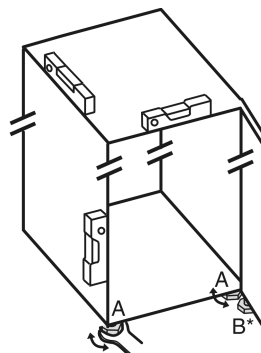

Fig. 4
- ▶ Dévisser les pieds réglables *Fig. 4 (A)* avec la clé plate fournie et utiliser un niveau à bulle pour vérifier que l'appareil est bien plan.
► Dévisser le pied réglable Fig. 4 (B) du support de palier avec la clé plate fournie jusqu'à ce qu'il touche le sol.
► Tourner le pied réglable Fig. 4 (B) de 90° supplémentaires.